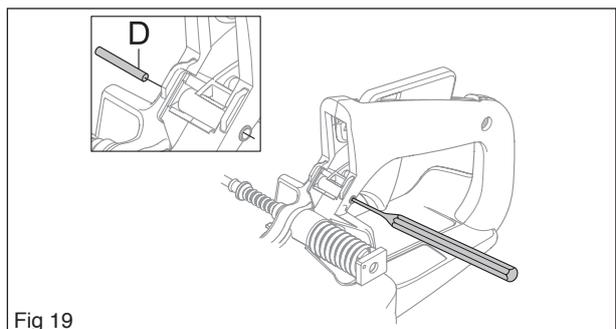

Fig 19
Sortir la goupille de la commande de l'accélération (D) à l'aide d'un mandrin (voir la figure 19).